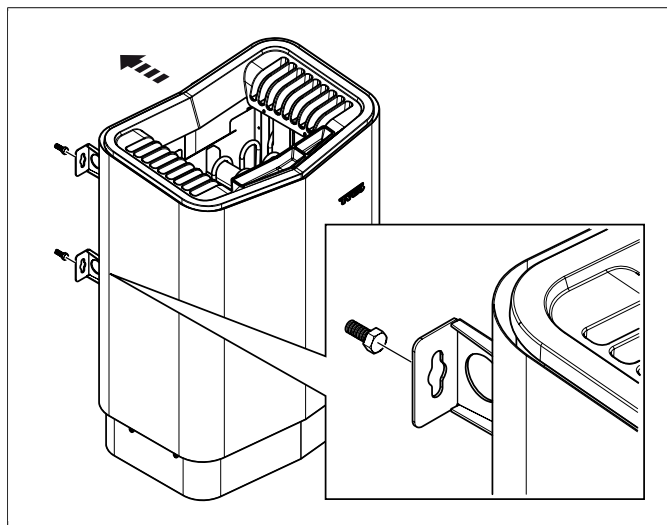

Fig 12: Fixer le poêle
11. Fixer le poêle sur les vis voir **Fig 12**, page 6.